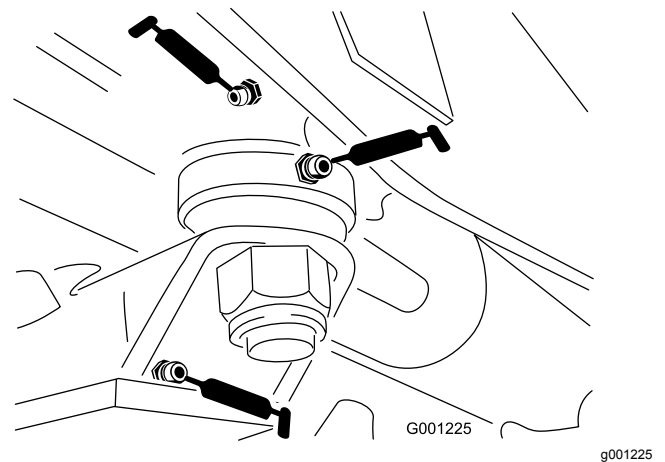

Figura 39
- Casquilhos da placa de direção (Figura 39)
- Casquilho do pino do eixo (Figura 39)